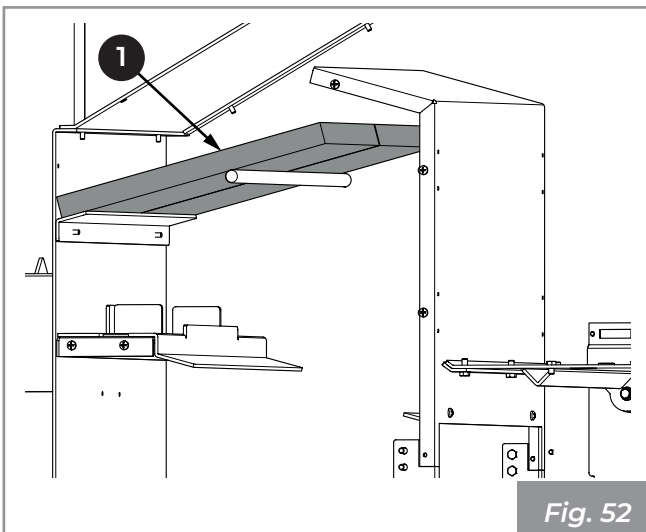

Fig. 52
**7)** Desensartar y sacar los paneles (1) Fig. 52).